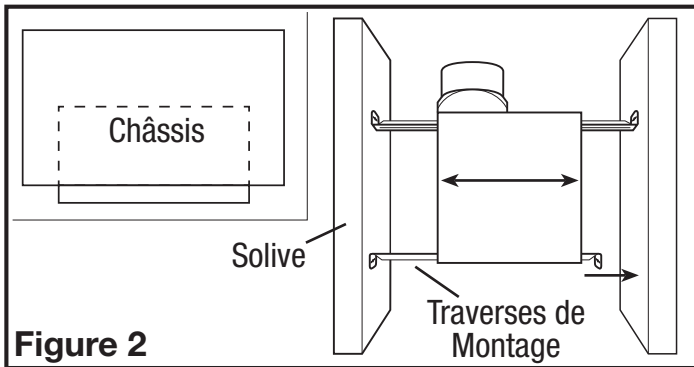
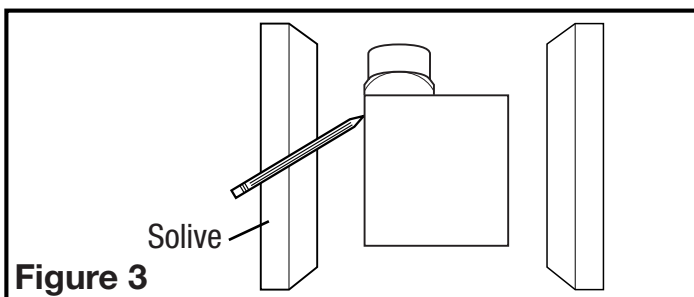

Figure 2
Figure 3
- Installez les rails dans le canal de montage sur le boîtier. Centrez le canal de montage dans les fentes sur le boîtier, puis de l'intérieur du boîtier, serrez les vis montage de sorte que le canal soit bien en place. Placez le boîtier à côté de la solive. Aligner le châssis pour qu'il soit de niveau avec le plafond fini. Fixez les extrémités des rails aux solives avec des vis ou des clous (non inclus) et glissez le boîtier dans la position finale (Figure 2).
- Placer le boîtier en place entre les solives et tracez un contour sur le matériel du plafond (Figure 3). Mettez le boîtier de côté et découpez l'ouverture, en faisant attention de ne pas couper ou endommager les installations électriques ou d'autres utilités masquées. Installez les rails dans le canal de montage sur le boîtier. Centrez le canal de montage dans les fentes sur le boîtier, puis de l'intérieur du boîtier serrez les vis de montage de sorte que le canal soit bien en place. Positionnez le boîtier dans le trou préalablement découpé de sorte qu'il soit aligné avec le plafond fini. Fixez les extrémités des rails aux solives (Figure 2).